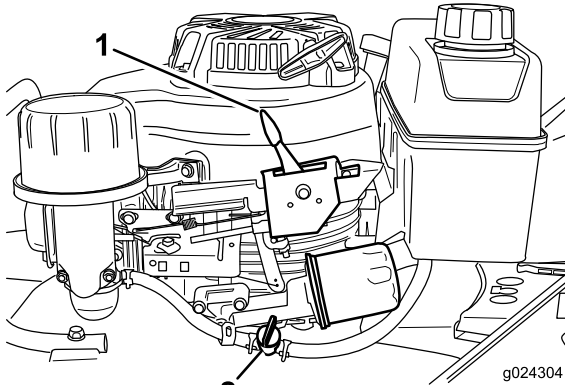

Figura 14
2. Abra la válvula de combustible (Figura 14).
3. Mueva la palanca de control del acelerador (Figura 14) a la posición de Estárter.
Suelte la barra de control de las cuchillas y mueva la palanca de control del acelerador (Figura 14) a la posición de Parada.
**Nota:** Cierre la válvula de combustible (Figura 14) a menos que vaya a volver a arrancar el motor en breve.